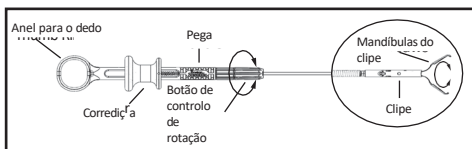

Figura 3. Rodar o punho
2. Se for necessário um posicionamento adicional, o clipe poderá ser rodado seguindo qualquer um dos dois métodos (consulte a Figura 3):